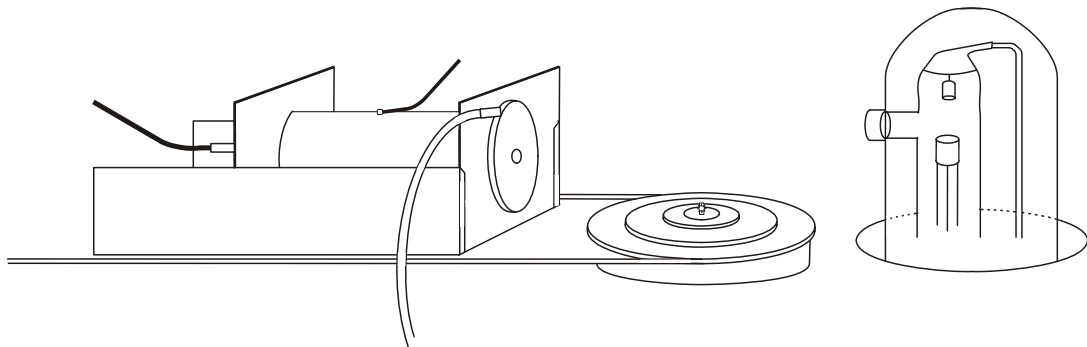

Fig. 2 Montage de la chambre d'ionisation dans le bras pivotant
- Insérer la chambre d'ionisation dans le bras de mesure (voir Fig. 2).